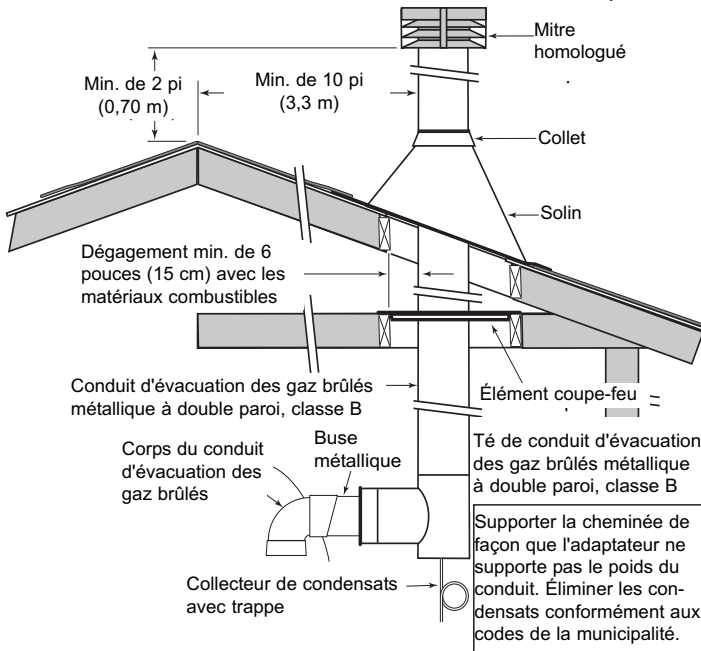

FIGURE 12A : Installation type au Canada du conduit vertical d'évacuation des gaz brûlés en métal (pression négative)
- Extrémité du conduit d'évacuation vertical des gaz brûlés. (Se reporter à la Figures 12A et 12B, page 13 pour connaître la hauteur requise entre le toit et le mitre du conduit d'évacuation des gaz brûlés. Se reporter au Tableau 7 de la page 15 pour les mitres indiqués.) Utiliser un mitre de conduit d'évacuation des gaz brûlés homologué et spécifié par les codes de la municipalité et le code national, et conformément aux instructions du fabricant. Tous les mitres de toit doivent être posés à la verticale. Au Canada, il doit y avoir un dégagement minimum de 1,20 m (4 pieds) à l'horizontal entre l'emplacement du mitre du conduit d'évacuation des gaz brûlés et les compteurs électriques, les compteurs à gaz, les régulateurs et les ouvertures d'évacuation.